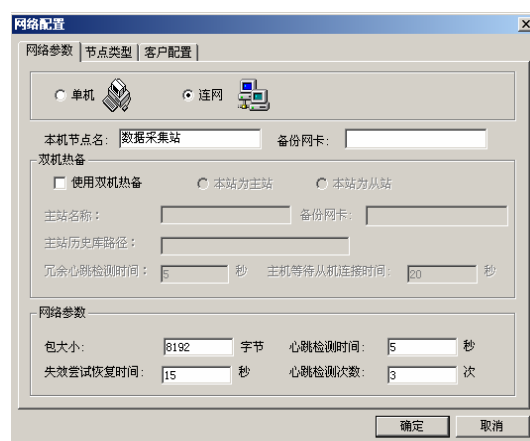

图 11-2 服务器网络参数页对话框
- 2、在工程浏览器窗口左侧“工程目录显示区”中双击“系统配置”中的“网络配置”选项，弹出网络配置对话框，对话框配置如图 11-2 所示：